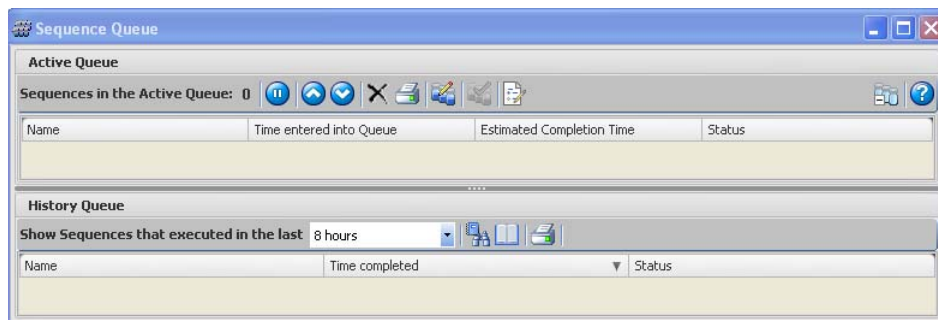

Figura 6 Sequence Queue
- 5 Vaya a **View > Sequence Queue** para ver el procesamiento de secuencias en el cuadro de diálogo Sequence Queue (Figura 6).